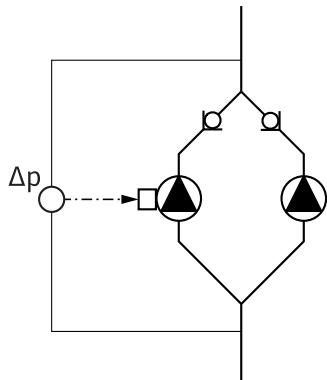

Fig. 13: Exempel, anslutning differens-trycksgivare
- I exemplet i fig. 13 är masterpumpen är den vänstra i flödesriktningen. På den pumpen ansluts differensstrycksgivaren.
- Mätpunkterna på masterpumpens differensstrycksgivare måste ligga i sammelrören på sug- och trycksidan på twillingpumpanslutningen (fig. 13).